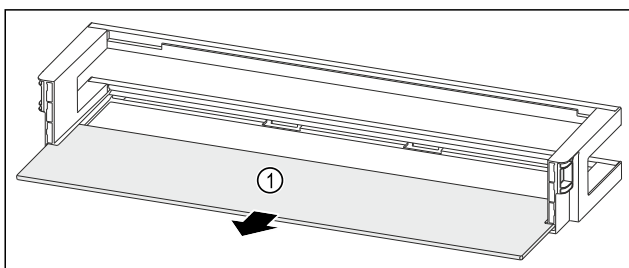

Fig. 163 Dveřní přihrádka s odkládací plochou
- ▶ Odkládací plochu Fig. 163 (1) odeberte.